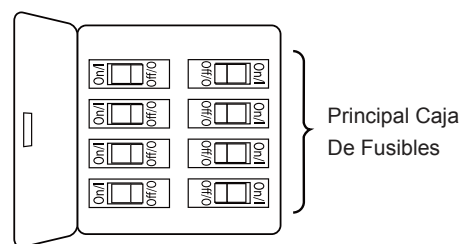

Figura 1
Uso de perfil bajo (Figura 1)
1. Extraiga las tres pestañas estabilizadoras y la bolsa de plástico del motor. Deshágase de las pestañas estabilizadoras. (Figura 1)
Para evitar una posible descarga eléctrica, asegúrese de cortar la alimentación eléctrica de la caja de fusibles principal antes de colgar el ventilador. (Figura 1)
1. Para configurar el código de unidad del receptor. Deslice los interruptores de código a las mismas posiciones que en el transmisor. (Figura 1)
1. Instale la cubierta rotando la ranura clave en la cubierta sobre el tornillo de hombro del soporte del gancho, teniendo cuidado de no pillar los cables. Instale adecuadamente y fije el segundo tornillo de hombro que fue anteriormente guardado y fije el tornillo de hombro. (Figura 1)
- 1. Asegure las tres palas usando los 3/16"-24 tornillo de cabeza troncocónica con arandela de resorte/arandela plana a través de los orificios ubicados en la parte inferior del motor. (Figura 1)
- 1. IMPORTANTE:** El uso de un regulador de la intensidad completa (no incluido) para controlar la velocidad del ventilador dañará el dispositivo. Para reducir el riesgo de incendio o descarga eléctrica, no utilice dicho regulador para controlar la velocidad del ventilador. (Figura 1)